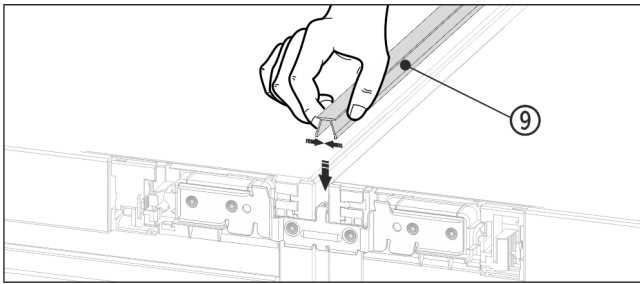

Fig. 20
- ▶ От горната страна притиснете късата покривна лайстна Fig. 20 (9) в хоризонталния процеп.